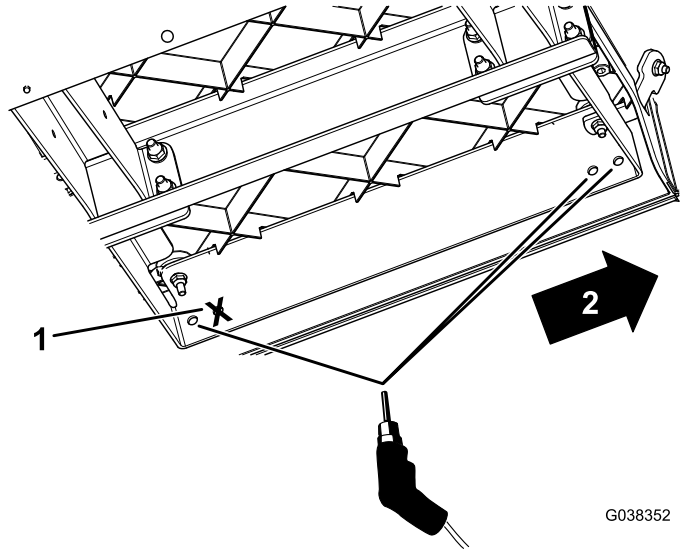

Figure 6
- En vous servant des nouveaux supports de plancher comme gabarit, percez 3 trous (9,5 mm de diamètre) dans chaque panneau de plancher (Figure 6).
Important: Ne percez que les 2 trous avant sur les nouveaux supports de plancher et le trou à l'extrême arrière, comme montré à la Figure 6.